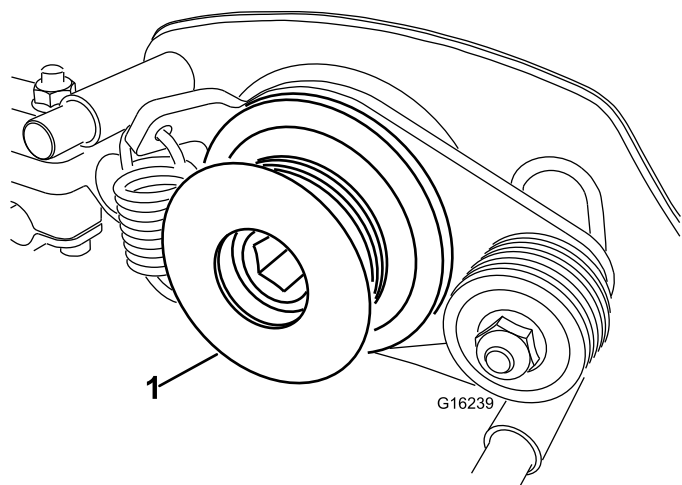

Figura 7
7. Remova a polia da transmissão do rastelo do eixo do cilindro (Figura 7).